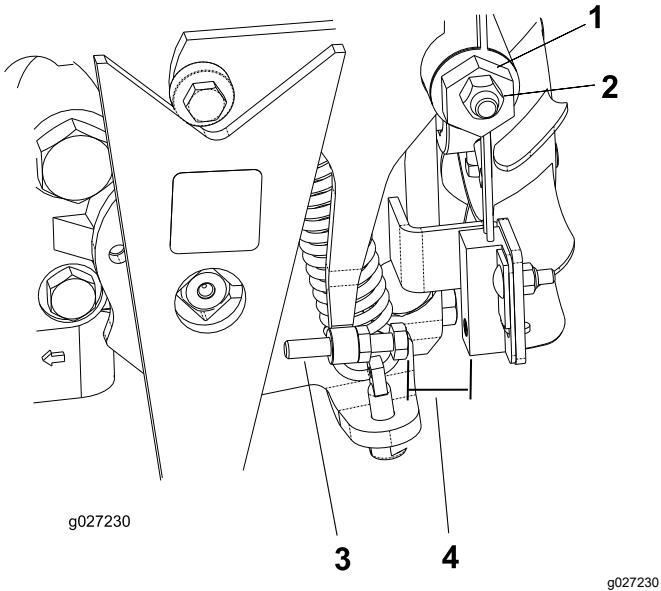

Figura 34
4. Afloje la contratuerca de la leva de ajuste de tracción (Figura 34).
5. Arranque el motor y gire la sección hexagonal de la leva (Figura 34) en ambos sentidos para determinar la posición central del intervalo de punto muerto.
3. Ajuste el tornillo hasta que el hueco sea de 0,8 a 2,3 mm; consulte Figura 34.